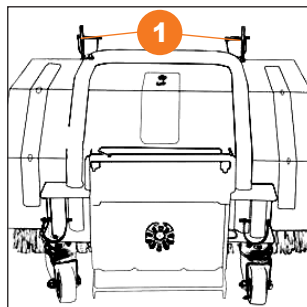

Рис. 14
- Отсоедините крепеж с кронштейнов 1 на щетке машины (Рис. 14).